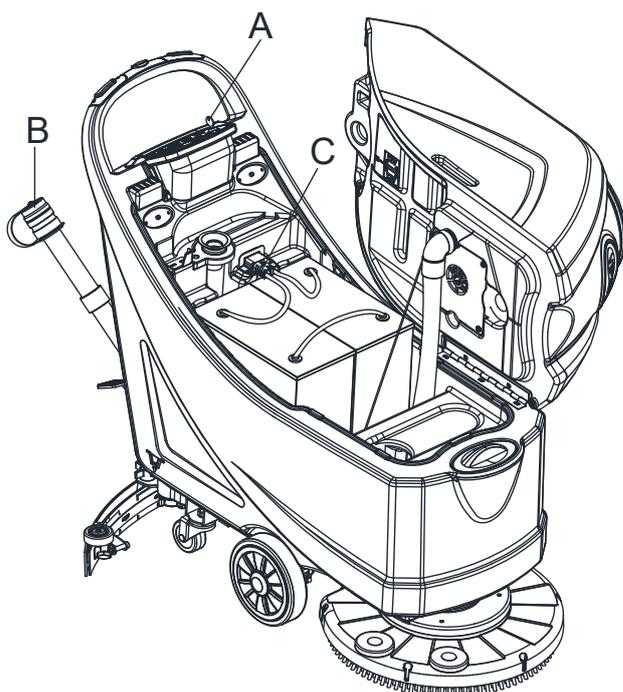

Abbildung 23
4. Drehen Sie den Schmutzwassertankdeckel (A), den Schmutzwassertank (B), den Reinwasserbehälter (C) und die Schwimmerkugel Filterstützrahmen (E). Entleeren Sie den Schmutzwassertank über den Ablaufschlauch (B, Abb. 23).
2. Trennen Sie das Netzkabel (C, Abb. 23) von der Stromversorgung ab.